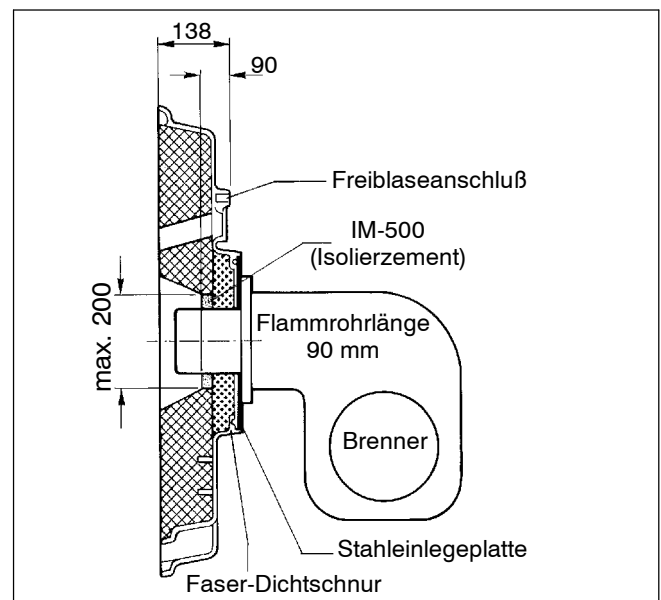

Abb. 25 Brenntür
- Brennerrohr mit Wellpappe oder dergl. umwickeln und festbinden. Brennerrohr montieren und den verbleibenden Spalt zwischen Brenntürisolierung und Brennerrohr mit dem mitgelieferten Isolierzement ausfüllen (Abb. 25).
- Freiblaseanschluß des Schau Loches mit dem Brenner verbinden (Abb. 25), damit das Schauglas frei von Ablagerungen bleibt.